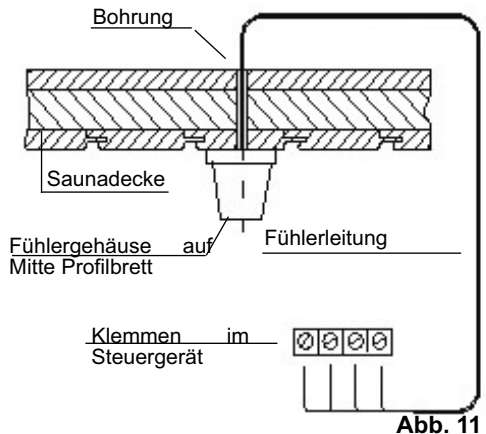

Abb. 11
3. Führen sie die Fühlerkabel durch das gebohrte Loch und schließen Sie die Fühlerleitung gemäß Abb. 11 an.